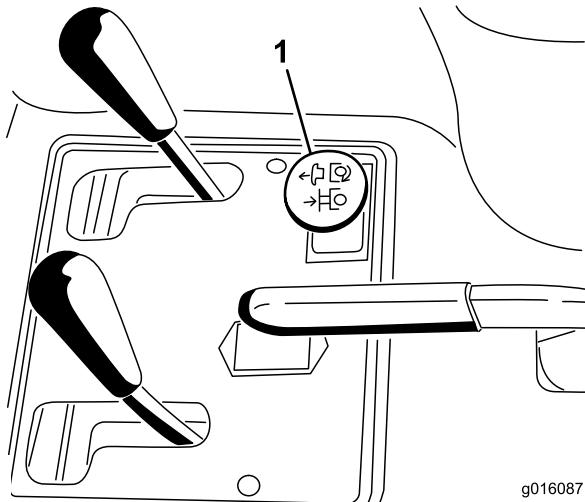

Рисунок 12
3. Включите отвал, нажав вверх ручку управления выносной гидравликой (Рисунок 12).
- Отключите отвал, нажав на рукоятку управления выносной гидравликой (Рисунок 12).